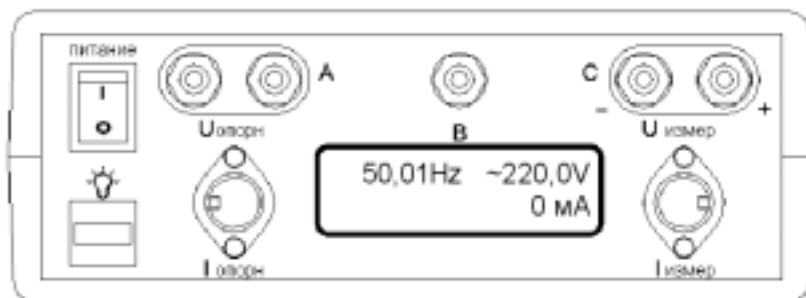

Рис.5
Для измерения действующего значения напряжения переменного тока и его частоты подайте переменное напряжение на клеммы, обозначенные $U_{измер}$ (см.рис.5), считайте показания с дисплея. Значение измеряемого напряжения расположено на дисплее вверху справа и имеет размерность напряжения (V), значение частоты в той же строке слева (Hz).